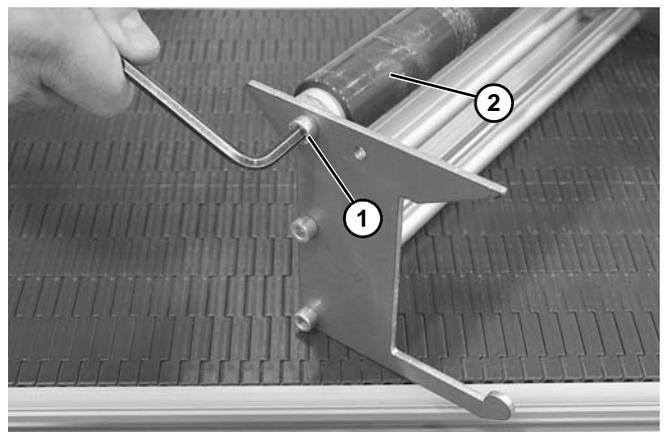

Abbildung 48
3. Schraube (Abbildung 48, Teil 1) auf beiden Seiten der Halterung lösen und die Aufnahmerolle entfernen (Abbildung 48, Teil 2).